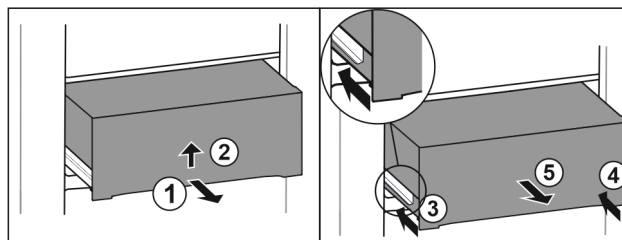

Fig. 31
- ▶ 将抽屉拉出一半。 Fig. 31 (1)
- ▶ 从底部抬起抽屉。 Fig. 31 (2)
- ▶ 推入左侧轨道。 Fig. 31 (3)
- ▶ 推入右侧轨道。 Fig. 31 (4)
- ▶ 朝前取出抽屉。 Fig. 31 (5)